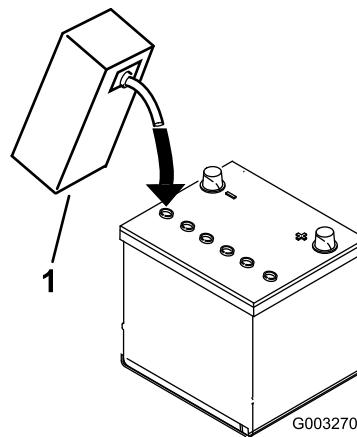

Bild 7
4. Lassen Sie die Elektrolytflüssigkeit für 20 bis 30 Minuten in die Platten durchtränken. Füllen Sie nach Bedarf auf, um den Elektrolytstand auf ungefähr 6 mm unter den Einfüllstutzen anzuheben (**Bild 7**).
3. Füllen Sie vorsichtig Elektrolyt in jede Zelle ein, bis die Platten ungefähr mit 6 mm Flüssigkeit bedeckt sind (**Bild 7**).